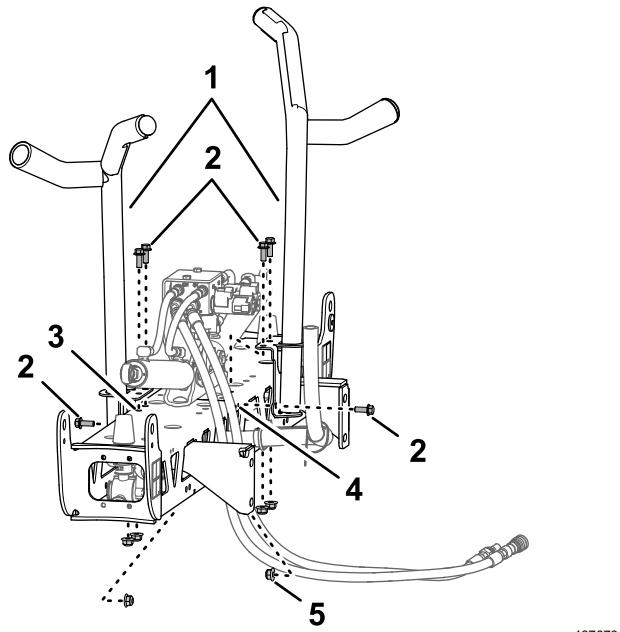
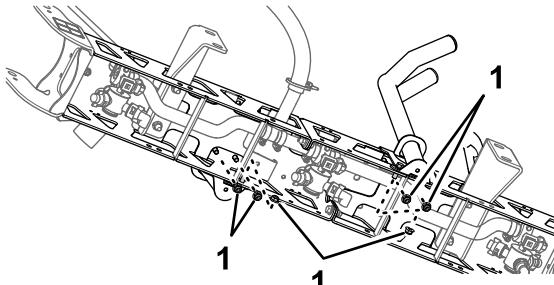

Figure 35
Figure 36
2. Alignez les berceaux de transport de rampe sur la section de rampe centrale (Figure 35).
3. Montez les berceaux sur la section de rampe (Figure 35 et Figure 36) à l'aide de 6 boulons ($\frac{3}{8}$ " x 1") et de 6 contre-écrous à embase ($\frac{3}{8}$ ").